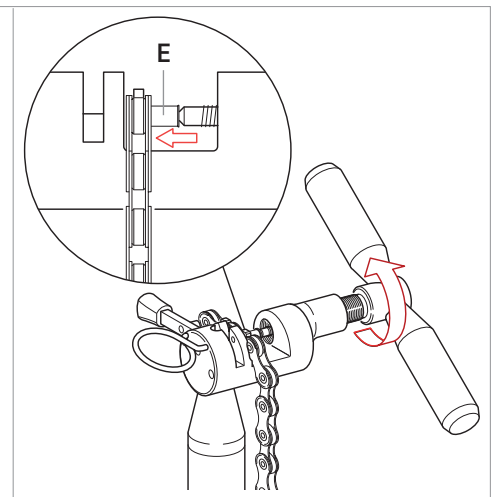

Fig.12
- Imprimendo una forza omogenea, avvitate l'utensile (Fig. 12) finché la bussola ULTRA-LINK 5-CN-SR700 (E) non sia completamente entrata nello spessore della catena.